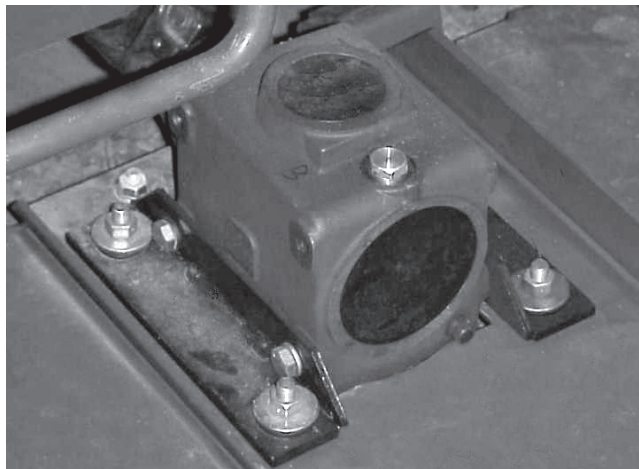

図21
2. マシンとカッティングユニットを平らな場所に駐車させ、カッティングユニットを降下させる。ギア・ボックスの上部についているディップスティック兼給油プラグ(図21)を取り、オイルの量が、ディップスティックについている2本のマークの間にあることを確認する。油量が少なければ、SAE 80-90 wt. ギア用潤滑油を2本のマークの間まで補給する。